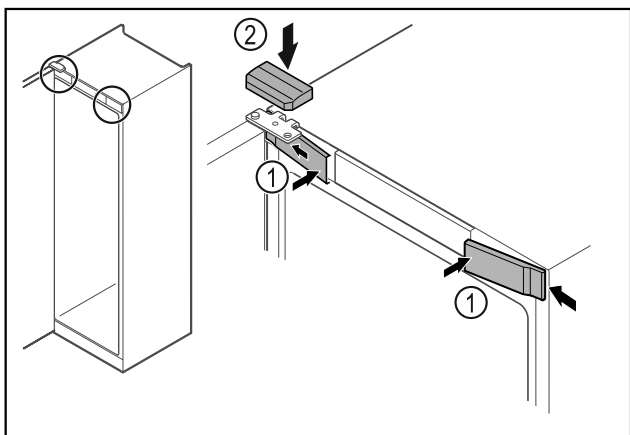

Fig. 67
- ▶ Akassza be oldalt az előlő burkolatokat Fig. 67 (1), majd pattintsa be.
- ▶ Felülről pattintsa be a felső burkolatot Fig. 67 (2).